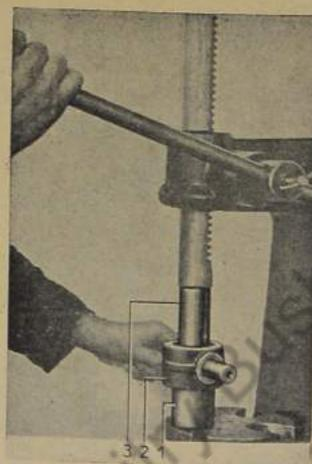

Bild 693: Buchse für Achsbolzen aus Lagerzapfen herausdrücken
7. Buchse für den Achsbolzen aus dem Lagerzapfen auf einer Hebelpresse herausdrücken (Bild 693).